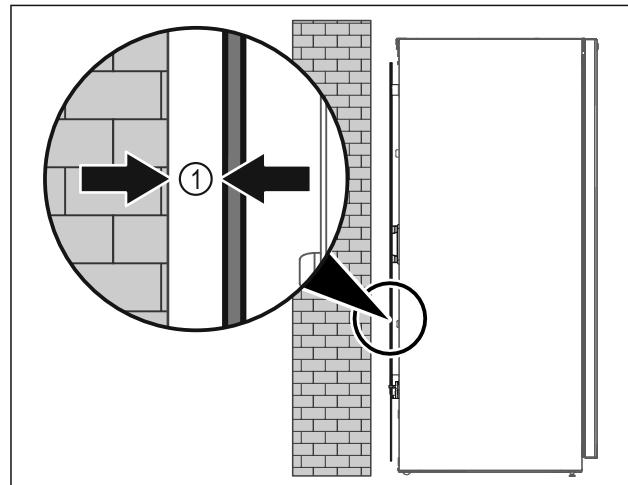

Fig. 6
- Uzstādiet ierīci vai nu kā brīvstāvošu ierīci, vai tieši pie sienas 5 mm Fig. 6 (1) minimalā atstatumā no tās.